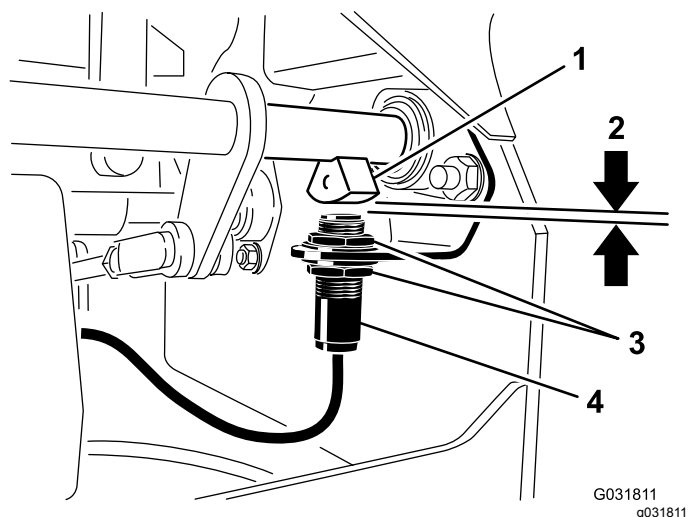

Figure 45
4. Montez ou descendez le contacteur sur le support jusqu'à ce que le capteur d'arbre de frein et le plongeur du contacteur soient distants de 4 mm, comme montré à la (Figure 45).